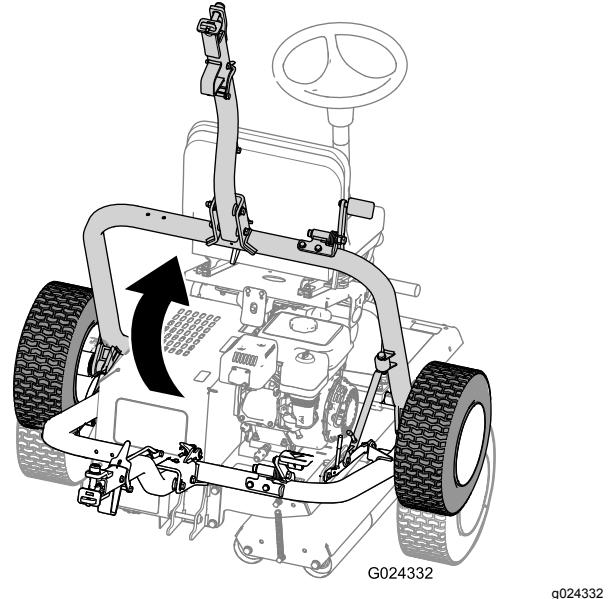

Bild 29
- D. Heben Sie die Anbauvorrichtung (Bild 29) an, bis der Sperrhebel in der seitlichen Arretierung einrastet (Bild 25).